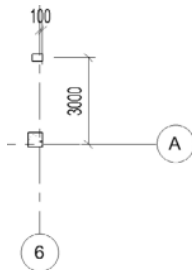

图 15-26 放置“250×350mm”柱
(18) 单击“结构”选项卡“结构”面板中的“柱”按钮, 在“属性”选项板中选择“250×350mm”类型，按空格键调整柱的放置方向，在轴网中布置柱，具体尺寸如图 15-26 所示。
(19) 选择步骤(18)布置的“250×350mm”柱，在“属性”选项板中更改“底部偏移”为“-1200.0”，“顶部标高”为“首层”，“顶部偏移”为“2970.0”，其他采用默认设置。